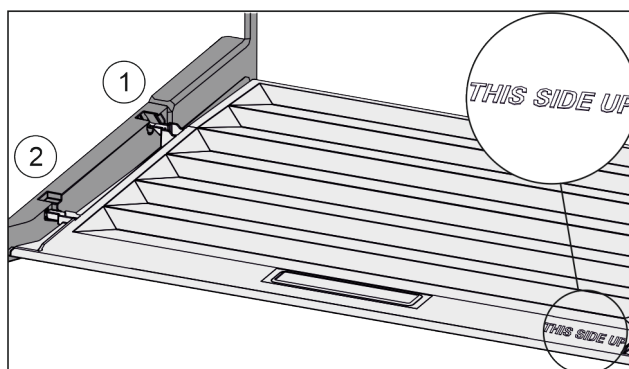

Fig. 44
- ▶ Introduceți nervura capacului prin orificiul suportului posterior Fig. 44 (1) și înclichetați-l în față în suport Fig. 44 (2).